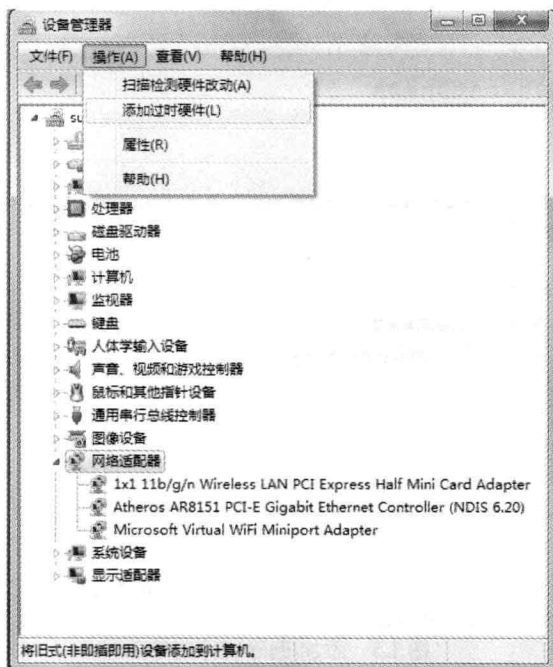

图 1.3 添加/删除硬件向导 1
Step 2 在【设备和打印机】中单击【设备管理器】链接，系统将弹出如图 1.3 所示的向导窗口。